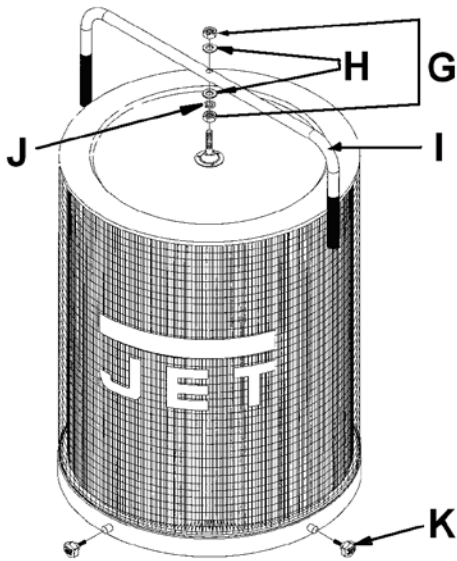

Fig 11
Montieren Sie den Griff (I, Fig 11) mit 2 Muttern (G), Scheiben (H) und einer Federscheibe (J).